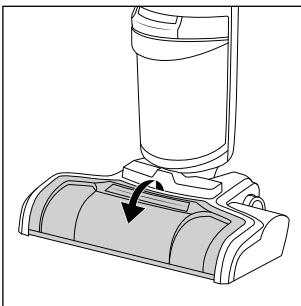

Fig. 33
- ♦ Saisissez la protection antiprojections **7** par le haut au niveau de la poignée (**PULL**) et tirez-la en avant pour la détacher de la tête de nettoyage **3** (voir fig. 33).